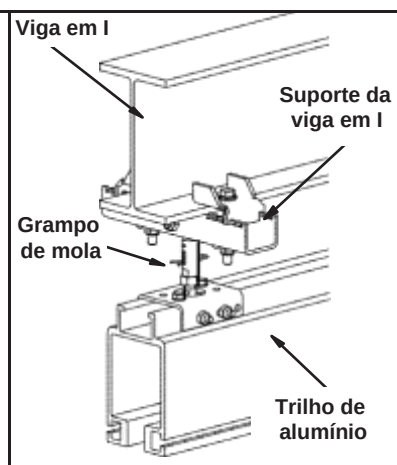

Figura 3-29
- Etapa 4. Coloque as linguetas da cunha na parte superior do flange inferior. Consulte a Figura 3-29.